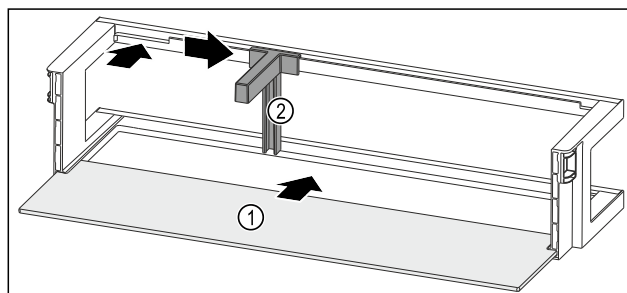

Fig. 216 Дверная полка со съемной полкой
- Вдвиньте съемную полку Fig. 216 (1) в боковые пазы.
- Установите держатель для бутылок Fig. 216 (2) в выемку.
- Сместите держатель для бутылок Fig. 216 (2) в нужное положение в сторону.